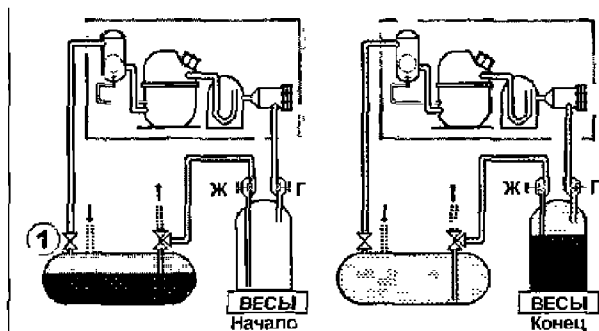

Рис. 57.10
**ПРИМЕЧАНИЕ:** Этот способ может быть еще более простым, если ресивер установки вдобавок ко всему позволяет обеспечить доступ к паровой фазе, находящейся в нем, например с помощью вентиля удаления неконденсирующихся примесей (см. поз.1 на рис. 57.10).
При наличии такого вентиля после перекачки всего жидкого хладагента в ресивер можно действовать так, как показано на схеме рис. 57.10, с теми же предосторожностями, что и ранее.